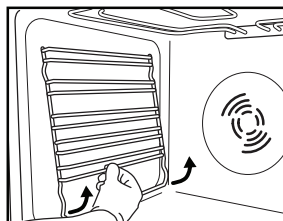

Fig. 3
1. Fjern ovnribberne i siderne (fig. 3).
2. Fjern ovnrubberne i siderne (afhængigt af model) (fig. 3).